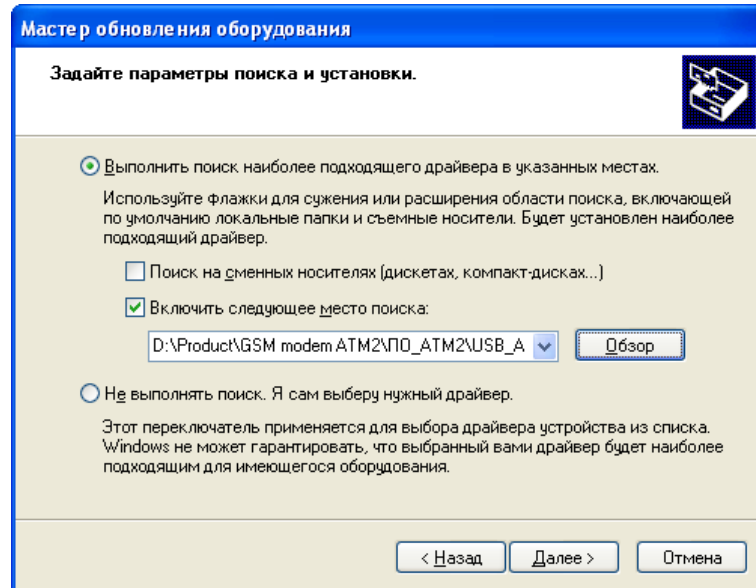

Рис. 3.4 Мастер обновления оборудования — параметры поиска и установки драйвера
- 1.3. В следующем окне (см. Рис. 3.4) установите флажок для опции **Включить следующее место поиска**. После чего с помощью кнопки **Обзор** укажите каталог файловой системы, в котором